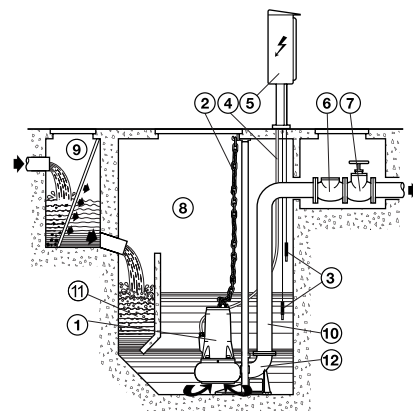

Fig. 6
- fixă cu electropompa poziționată pe piciorul de susținere blocat pe fundul puțului sau bazinului de colectare (fig. 6).
5.2.2 INSTALARE FIXĂ CU CARLIG AUTOMAT PE PICIORUL DE SUPT (FIG. 6)
În timpul funcționării electropompei trebuie să fie complet scufundată în lichidul pompat. Pentru pompele neprevăzute cu întrerupător automat cu plutitor incorporat, este necesară instalarea unui sistem de control cu sonde (fig. 6) sau cu plutitor sau alte aparate care să asigure nivelul minim al lichidului și care să protejeze electropompa împotriva mersului pe uscat.